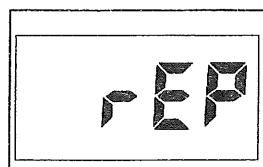

図 4-2
- ▲キーまたは▼キーを押して **rEP** (図 4-2) を選択します。